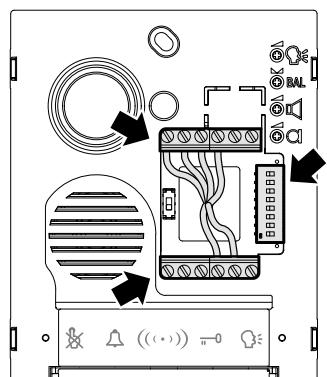

Fig. 17
4. Eseguire tutti i collegamenti e le impostazioni dei dip-switch secondo gli schemi elettrici forniti. (**Fig. 17**).